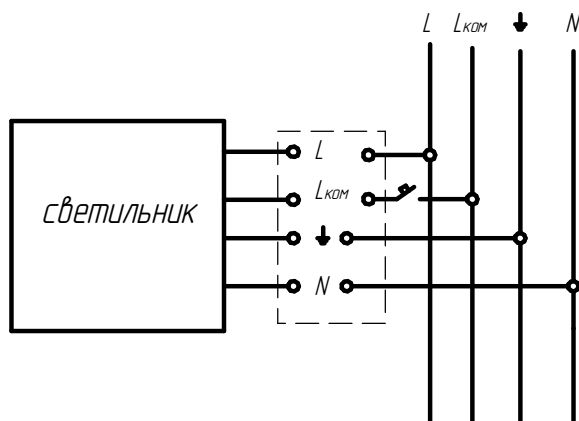

Рисунок 7 - Схема подключения светильника с блоком аварийного питания
6.7 Подключения светильника с блоком аварийного питания производить согласно схеме (см. рисунок 7).